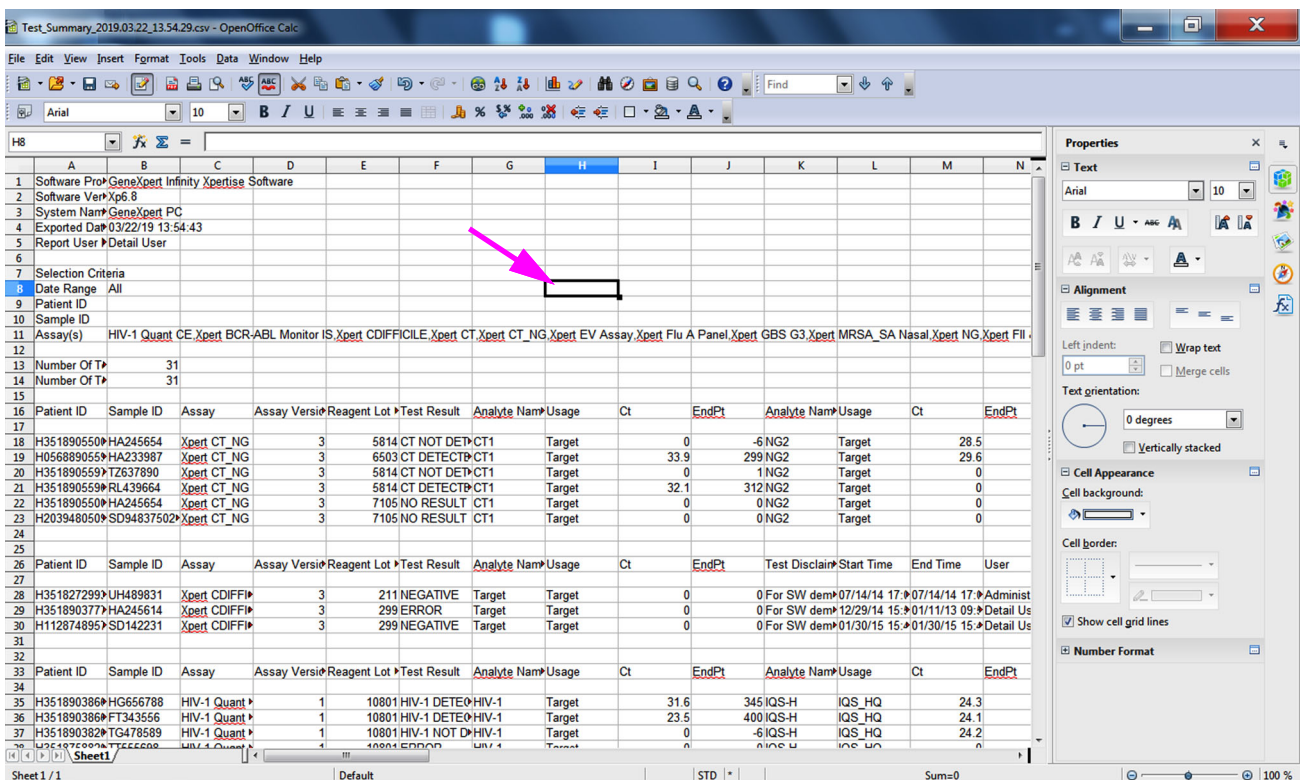

図 C-15. 列が調整されたファイルの最後の表示
10. **デフォルト値 (Default value)** 左側のチェックボックスをクリックし、**OK** をクリックしてダイアログボックスを閉じます。その後、列の幅が調整され、図 C-15 に示すようにファイルがフォーマットされます。空白の列の任意の場所をクリックして青いセルの選択を解除し、セルを白色に戻します。